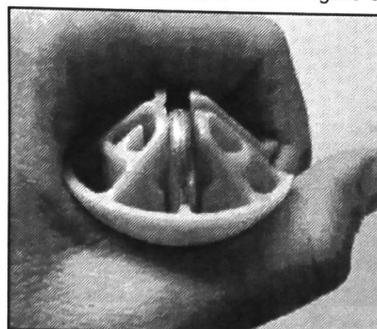

FIGURE 5
6. Maintenir la tige de suspension amortie d'une main et de l'autre, faire coulisser la butée hémisphérique de suspension vers le haut. Lorsque la tige s'emboîte complètement dans la butée hémisphérique de suspension, un déclic confirme que l'emboîtement est correct. Voir la Figure 5.